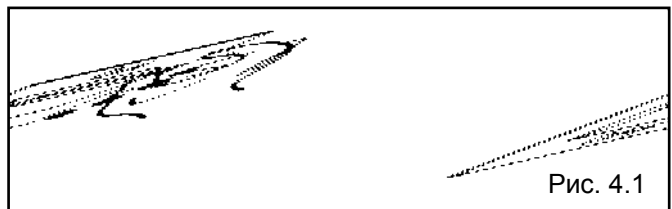

Рис. 4.1
- переведите общий выключатель системы в положение «включено» (рис. 4.1);